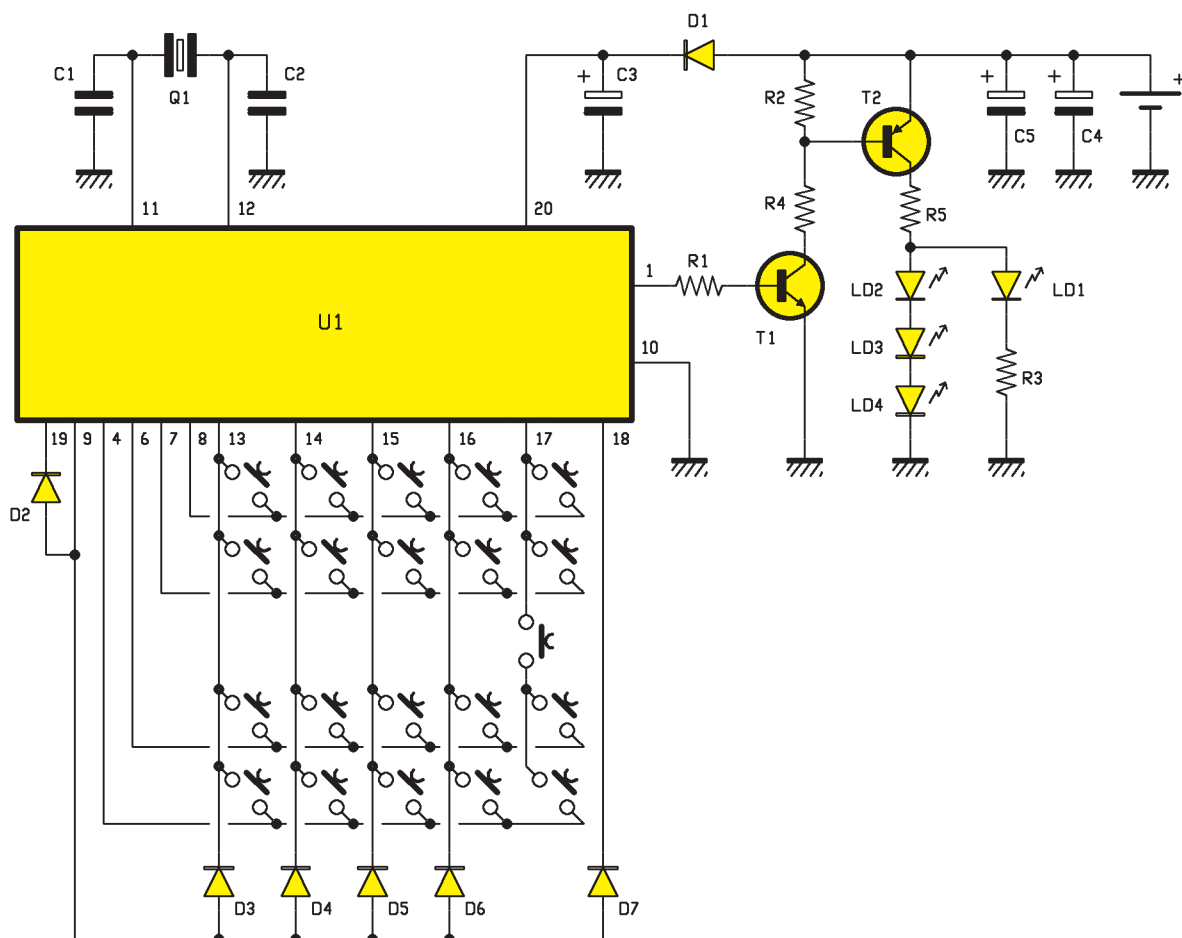

Figure 1 : Schéma électrique de l'émetteur de télécommande infrarouge.
**N**ous allons examiner le schéma électrique de la figure 1 puis passer à la réalisation de l'émetteur de cette télécommande infrarouge à quinze canaux.